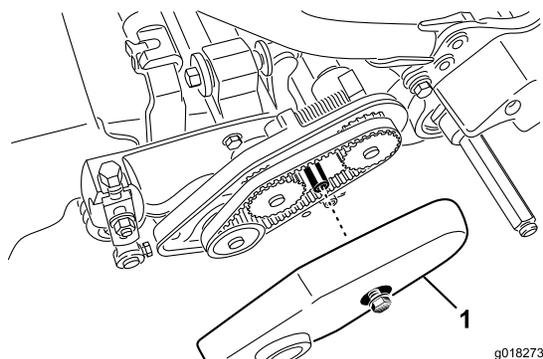

Figura 42
2. Afloje el perno que sujeta la cubierta de la correa y retire la cubierta de la correa para tener acceso a la correa (Figura 42).